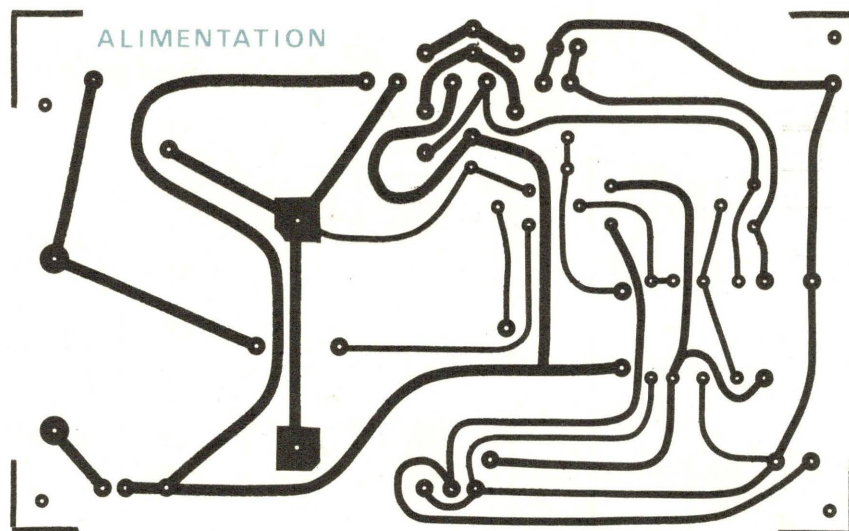

Fig. 10.
a) Les circuits imprimés (fig. 10 et 11)